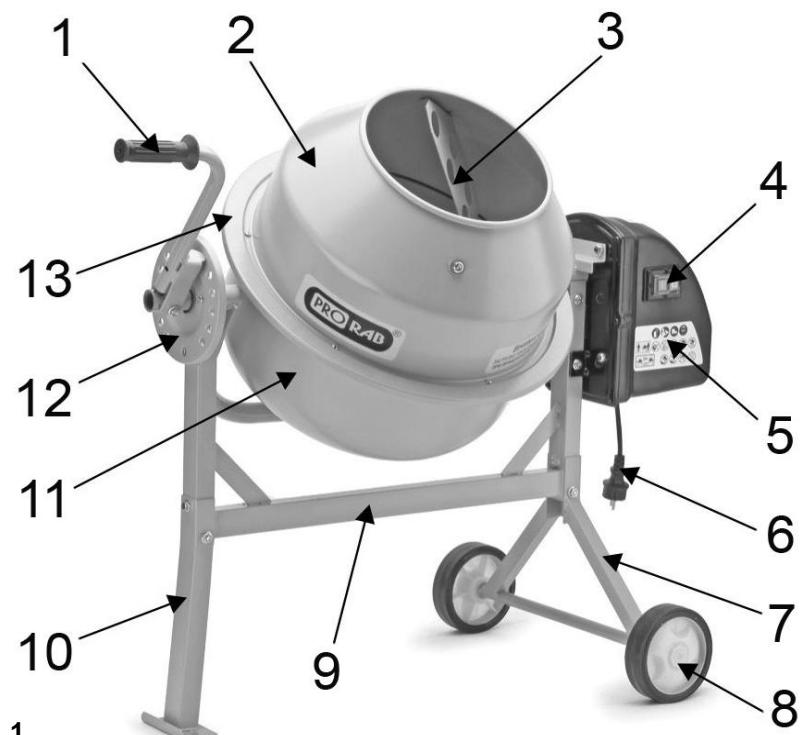
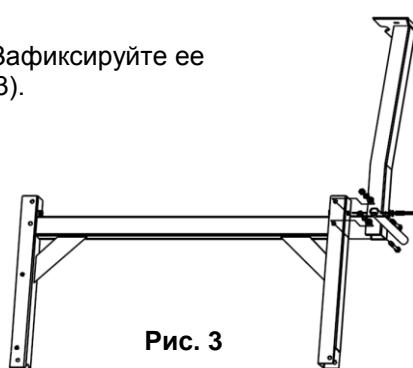

Рис. 1
Рис. 3
- Наденьте на оси колесной стойки (7)(См. Рис.1; 2) по колесу с каждой стороны. Зафиксируйте их с помощью стопоров – шплинтов.
- К несущей балке (9)(См. Рис.1) присоедините дополнительную опору. Зафиксируйте ее положение винтами (M8x40 и M8x45). Крепко затяните винты (См. Рис.3).
- Соедините раму с колесной стойкой (7)(См. Рис.1; 4). Зафиксируйте ее положение винтами (M8x40 и M8x45). Крепко затяните винты.
- Осторожно поместите нижний барабан (11)(См. Рис.1) на стойку, так чтобы подшипники попали в соответствующие пазы (См. Рис.5).
- Поместив верхний барабан (2)(См. Рис.1) на обод нижнего барабана (11)(См. Рис.1; 7), убедитесь в совпадении пазов и стрелок, а так же и свободном вращении лопастей внутри барабана.
- Установите диск-фиксатор (12)(См. Рис.1) на место крепления.
- Прикрепите рукоятку контроля угла наклона барабана (1)(См. Рис.1; 9). Зафиксируйте ее положение винтом M8x50.
- Трансмиссия с электродвигателем закрыта защитным кожухом (5)(См. Рис.1;10).
- Подключите сетевой шнур (6)(См. Рис.1) бетоносмесителя к сети питания 220 В.
2. Нажмите на зеленую кнопку включения (4)(См. Рис.1), расположенную сбоку на защитном кожухе электродвигателя.
3. Для отключения – нажмите на красную кнопку (4)(См. Рис.1).
- Наклон и позиция барабана фиксируется с помощью рукоятки (1)(См. Рис.1) на боковой его части.